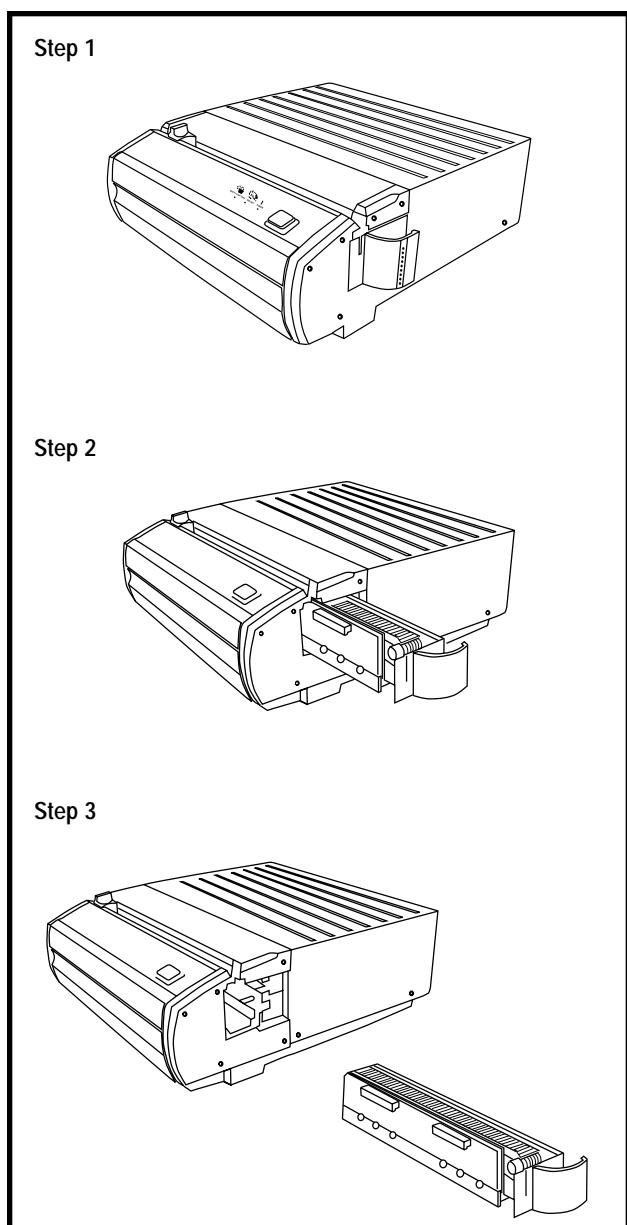
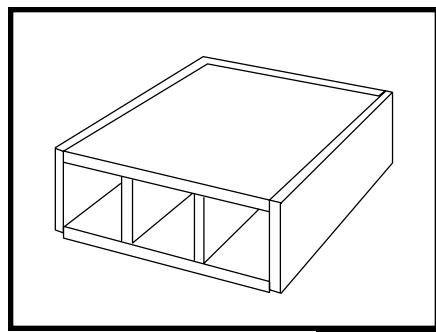

Figure 2
Figure 3
<p>CAUTION: Before changing the MP2500iX die sets, make certain that the machine is turned OFF (O).</p> <p>Your MP2500iX offers the convenience of interchangeable die sets, allowing you to economically punch documents for a wide variety of binding styles. Changing the machines die sets is both quick and easy, as the following instructions illustrate.</p> <p>Removing Die Sets from the Machine (Figure 2): The interchangeable die set slot of the MP2500iX is located on the right front side of the machine. If a die set "M" is already installed in your MP2500iX, you can easily remove the die set by following these instructions:</p> <p>Step 1: Insert fingers into the Die Set Handle located on the right side of the die set (Figure 1b, N).</p> <p>Step 2: Securely grasp the handle and tug firmly (see Figure 2). This firm tug disengages the Automatic Latching Mechanism, and allows the die set to slide out.</p> <p>Step 3: Continue pulling on the handle until the Die Set is fully removed.</p> <p>Step 4: Properly store the removed Die Set (keep away from dust, dirt, accidental falls from the edge of counters etc.).</p> <p>Helpful Hint: The GBC Die Set Storage Cabinet #7703207 is an excellent way to store all of your interchangeable die sets for the MP2500iX (see Figure 3). This special product securely holds three die sets, protecting them from dirt, dust, and accidental damage. Several Die Set Storage Cabinets can be stacked on</p>	<p>ATTENZIONE: Prima di procedere alla sostituzione degli stampi di MP2500iX, accertarsi che la macchina sia OFF (O).</p> <p>La perforatrice MP2500iX con la possibilità di utilizzare stampi intercambiabili consente di perforare, in modo economico, documenti per una vasta gamma di stili di legatura. Come illustrato dalle seguenti istruzioni, la sostituzione degli stampi è rapida e facile:</p> <p>Smontaggio degli stampi dalla macchina: (Figura 2) La sede degli stampi intercambiabili di MP2500iX è situata sul lato anteriore destro della macchina. Per lo smontaggio di uno stampo "M" già montato sulla macchina, procedere come indicato di seguito:</p> <p>Fase 1: Inserire le dita nell'impugnatura sul lato destro dello stampo (Figura 1b, N).</p> <p>Fase 2: Afferrare saldamente l'impugnatura e tirare con forza (vedere Figura 2) per disimpegnare il meccanismo di bloccaggio automatico e consentire lo scorrimento verso l'esterno dello stampo.</p> <p>Fase 3: Continuare a tirare l'impugnatura fino all'estrazione completa dello stampo.</p> <p>Fase 4: Collocare in luogo adeguato lo stampo smontato (tenere lontano da polvere, sporcizia, cadute accidentali dal bordo dei ripiani ecc.).</p> <p>Suggerimento: Il contenitore GBC per stampi N. 7703207 costituisce un sistema eccezionale per lo stoccaggio di tutti gli stampi intercambiabili per MP2500iX (vedere Figura 3). Questo prodotto speciale è in grado di contenere in modo sicuro tre stampi proteggendoli</p>